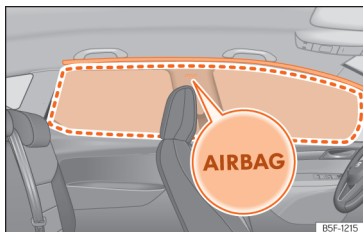

Fig. 37 Localização e raio de alcance do airbag da cabeça.
Os airbags da cabeça estão localizados de ambos os lados do habitáculo, por cima das portas »» **Fig. 37** e estão assinalados pelo logo «AIRBAG».
Ao ativar-se, o airbag da cabeça ocupa a zona assinalada (raio de alcance) »» **Fig. 37**. Por este motivo, nunca se deverá colocar ou fixar objetos nesta zona »» **▲**.
- Assegure-se de que as crianças viajam sentadas corretamente nas suas cadeiras e não colocam a cabeça na zona de insuflação dos airbags para a cabeça »» **Fig. 37**, uma vez que, se os airbags disparassem, estes poderiam bater-lhes e causar-lhes lesões graves.